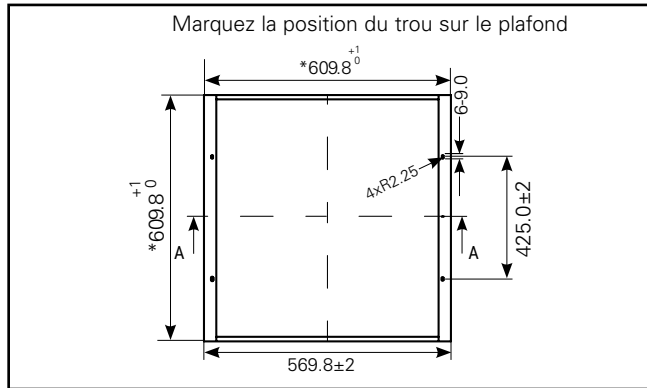

Figure 8.
**Étape 1 :** Marquez la position du trou de montage sur le plafond en utilisant les cadres assemblés comme référence. (Voir la figure 8.)